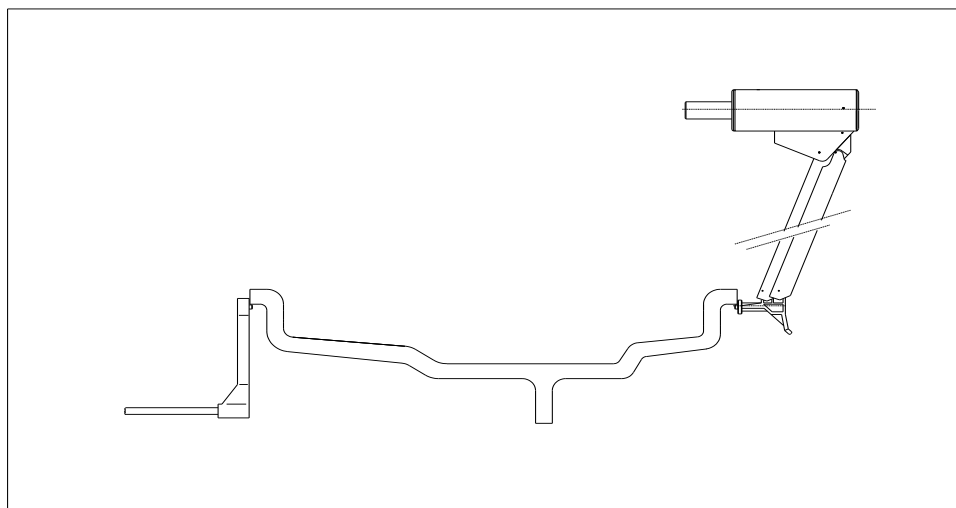

図 13-1 センサを使用しての自動データ入力。
1. センサをとり、リムの内側か外側の端部に当てます。 図 13-1.